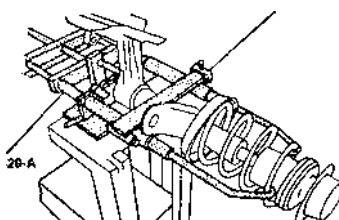

Рис. 5.21.
- закрепить устройство для сжатия пружины передней подвески (например, приспособление для сжатия пружины передней подвески KM-465-A и захват KM-329-A) на верстаке или другой подходящей поверхности (рис. 5.21);
- сжать пружину подвески при помощи устройства (например, приспособлений для сжатия KM-465-A и захвата KM-329-A пружины) так, чтобы она отошла от верхней опорной чашки (рис. 5.21);